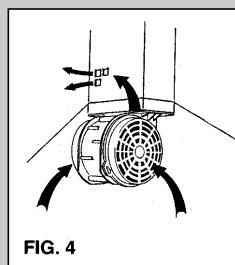
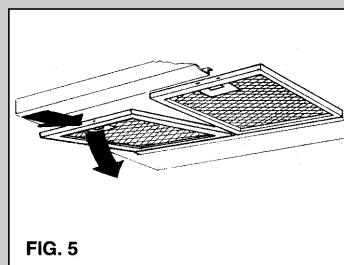

FIG. 4
FIG. 5
Los humos pasan por filtros de carbón activo para ser depurados y reciclados en la cocina. El orificio de salida del aire tiene que estar libre y comunicar con la cocina (Fig. 4).
Para controlar si los filtros de carbón están instalados, sáquense los filtros metálicos como se detalla en la Fig. 5.
**ATENCIÓN:** La grasa retenida por los filtros metálicos es fácilmente inflamable. Es, por lo tanto, necesario limpiar regularmente los filtros, como se detalla en las instrucciones. Para sacar los filtros metálicos sigáse las operaciones detalladas en la Fig. 5.
Эти отверстия должны быть свободны, чтобы рециркуляция воздуха в кухне происходила без затруднений (Рис. 4). Чтобы убедиться в наличии угольных фильтров снимите металлические жироулавливающие фильтры, как указано на рис. 5.
Чтобы снять металлические фильтры, выполните действия в соответствии с Рис. 5.